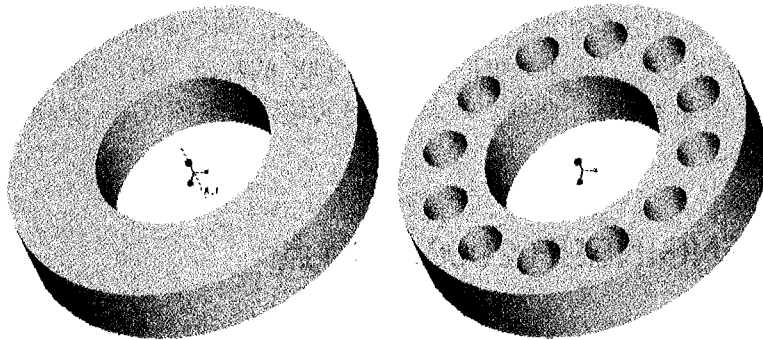

图 1-2 隐藏特征与修改特征尺寸
- 用户可以方便地隐藏和改变特征参数，从而快速修改图形。例如，图 1-2 显示了隐藏孔特征阵列和修改孔特征尺寸后的法兰盘。